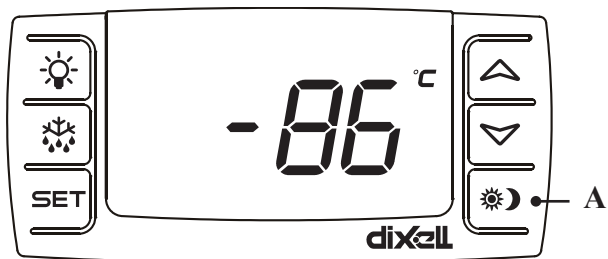

рис. 4
Изделие оборудовано электронной системой управления (рис. 4)
**ПРИМЕЧАНИЕ:** В первый раз питания подключен, нажмите "А" (Рис.4), тем самым сигнал будет подключен